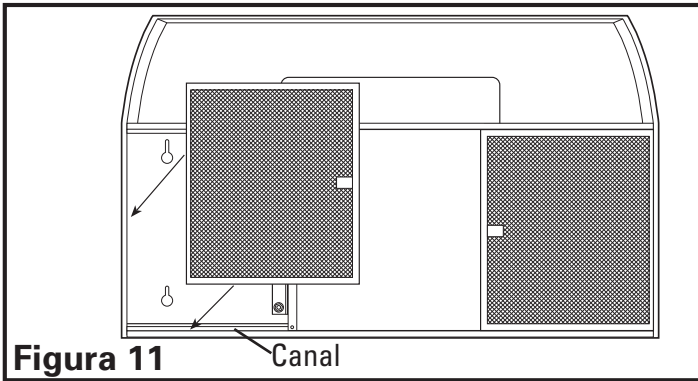

Figura 11 Canal
2. Instale nuevamente los filtros colocándolos en el canal a cada lado de la campana y empujándolos hacia arriba hasta que estén seguros en su lugar (**Figura 11**).